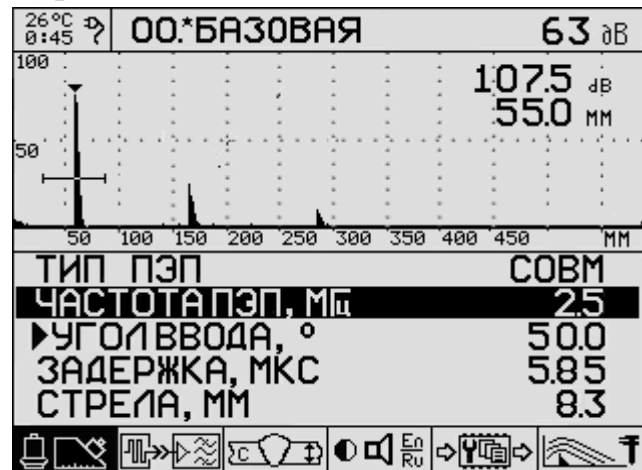

Рисунок 5.1 – Режимы работы дефектоскопа
5.1.1 Включите дефектоскоп. Если дефектоскоп находится в режиме измерений (в верхней части экрана дефектоскопа индицируется одно из значений режима измерений: «ПОИСК», «ОБЗОР», «ЛУПА», «В-СКАН»), то нажатием  MENU войдите в режим МЕНЮ (Рисунок 5.1 – Б).